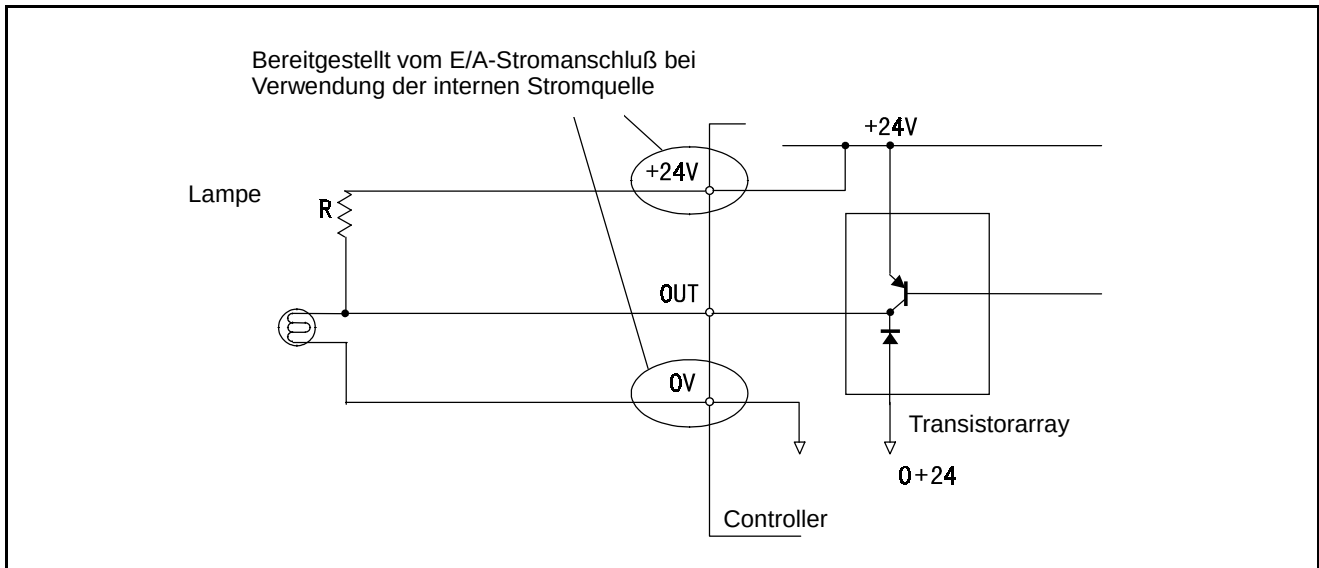

Abbildung 5-60 Beispiel eines Schaltkreises mit Lampe
Abbildung 5-60 zeigt ein Beispiel für den Anschluß einer Lampe.
- (4) Zum Anschließen einer Lampe ist ein Schaltkreis erforderlich, durch den ein Dunkelstrom fließt.
**Achtung:** Da der anfängliche Widerstand der Lampe klein ist, kann der Ausgangsschaltkreis durch Spannungsspitzen beim Aufleuchten der Lampe beschädigt werden. Siehe Abbildung 5-60.
- (5) Bereiten Sie bei Verwendung der internen Stromquelle einen SPS-Eingangsschaltkreis vor, der keine eigene Stromquelle enthält.
- (6) Verwenden Sie ein mehradriges geschirmtes Kabel, um die Geräte vor externen Störungen zu schützen. Erden Sie das Kabel über den Roboter-Controller.
- (7) Die interne +24V-Stromquelle des Roboter-Controllers darf nicht geerdet sein.